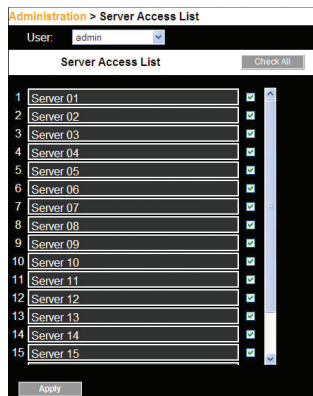

Abb. 18 Server-Zugriffslistenkonfiguration
1. Klicken Sie im Menü auf „Server Access List“ (Serverzugriffsliste). Das Zugriffslisten-Konfigurationsfenster erscheint (s. Abb. 18).